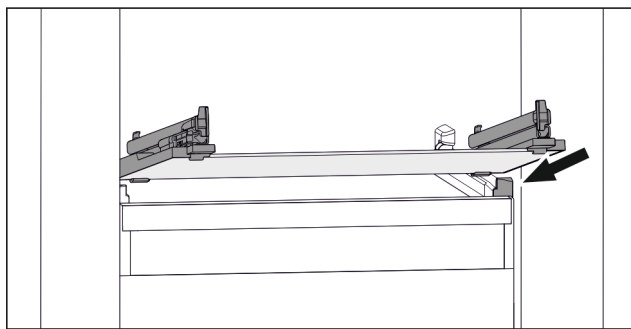

Fig. 75 Przykładowa prezentacja płyty szklanej
- ▶ Założyć płytę szklaną pod skosem za stoperami. (patrz Fig. 75)